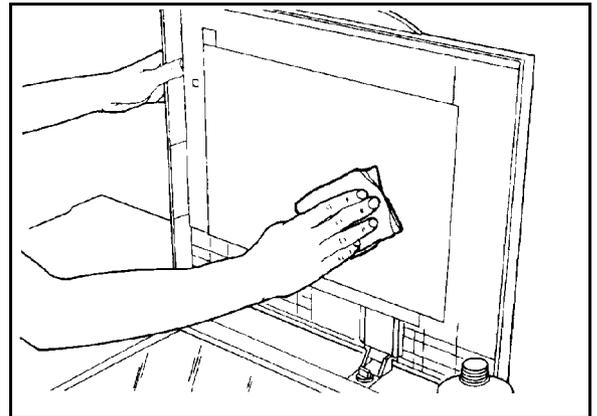

Fig. 4: Pulizia del coperchio della lastra di esposizione
- 3 Sfregare il lato inferiore del coperchio finché non è pulito e asciutto, come illustrato in Fig. 4.